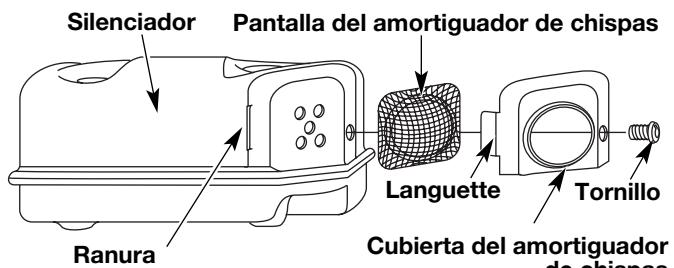

Fig. 46
2. Con un destornillador de vástago plano o broca Torx T20, saque el tornillo que conecta la cubierta del amortiguador de chispas al silenciador (Fig. 46).